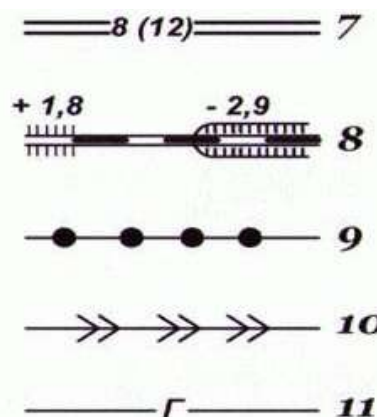

Рисунок 66 - Линейные условные знаки
2. Линейными условными знаками (рис. 66) показывают объекты линейного характера (дороги, реки, линии связи, электропередачи), длина которых выражается в данном масштабе. На условных изображениях приводятся различные характеристики объектов; например, на шоссе 7 (м) показаны: ширина проезжей части – 8 и всей дороги – 12; на однопутной железной дороге 8: +1,800 – высота насыпи, — 2,900 – глубина выемки.